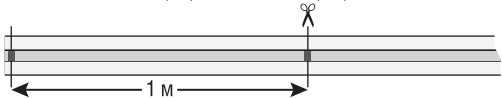
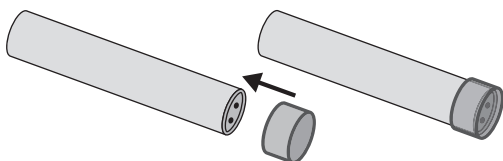

Рис. 2. Разрезание светодиодной ленты
Рис. 3. Установка заглушки на светодиодную ленту
- Разрезание светодиодной ленты на участки.** Светодиодную ленту OLS-2835-220V-NEONLED360 можно разрезать на участки, кратные одному сегменту, длина которого равна 1 м. Разрез необходимо производить строго посередине участка, соединяющего смежные сегменты, Рис. 2. В месте разреза ленты прорезан сегмент гибкой печатной платы. Место разреза отмечено маркировкой. На окончаниях участков светодиодной ленты, к которым не планируется производить какие-либо подключения, необходимо установить заглушки для ленты OLS-cup-2835-220V-NEONLED360 (одна штука в комплекте), Рис. 3. **Внимание!** При установке заглушки необходимо использовать герметик, чтобы обеспечить должную защиту от влаги и пыли в месте соединения.